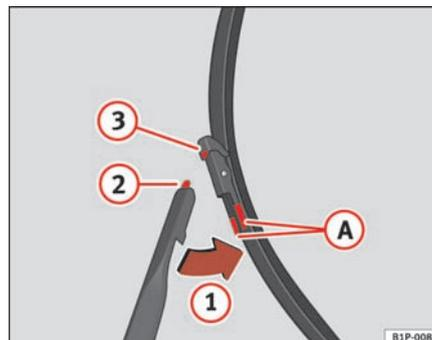

Fig. 149 Cambio de las escobillas del limpiaparabrisas
- Presione las teclas laterales (A) y libere la escobilla desplazándola en el sentido de la flecha (1) ⇒ fig. 149. ▶
⇒ página 222, fig. 149
- Desplace la escobilla hacia el brazo en el sentido contrario a la flecha ①, hasta percibir un click. ⇒ página 222, fig. 149